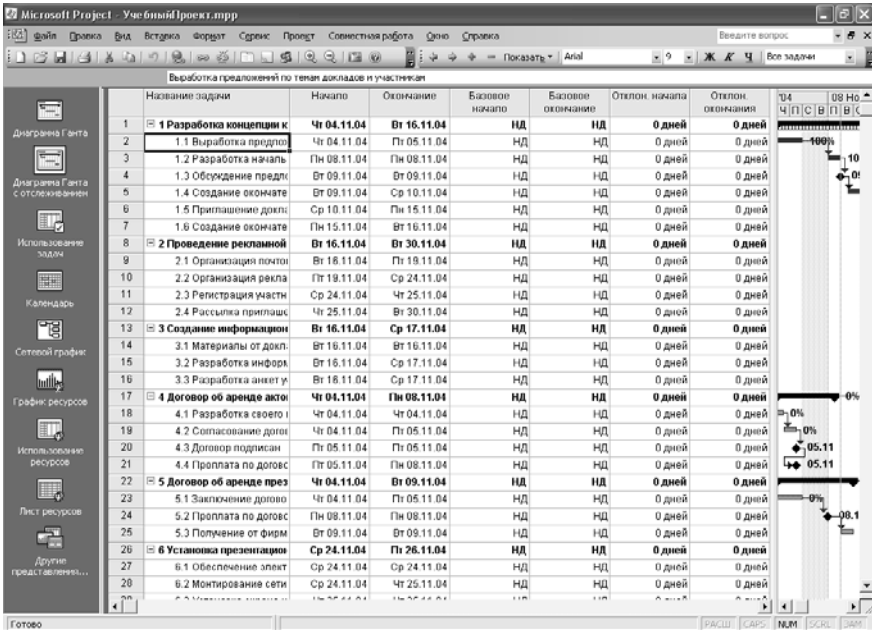

Рис. 55. Розрахунок відхилень від планових показників проекту
3. Із списку таблиць виберіть команду **Відхилення**. Відстежуючи значення в полях таблиці **Відхилення**, Ви можете виявити завдання, які виконуються із запізненням від розкладу (рис. 55).